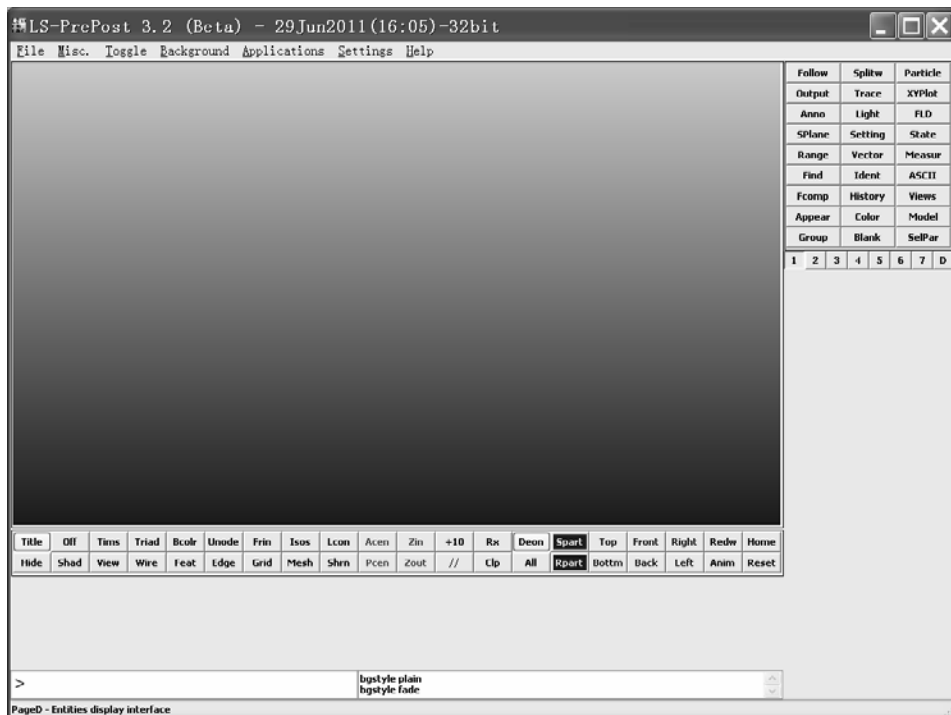

图 4-64 LS-PREPOST 操作界面
(1) 当计算完成后(没完成也可以),双击 LS-PREPOST 图标(见图4-63),打开 LS-PREPOST 操作界面(见图4-64)。